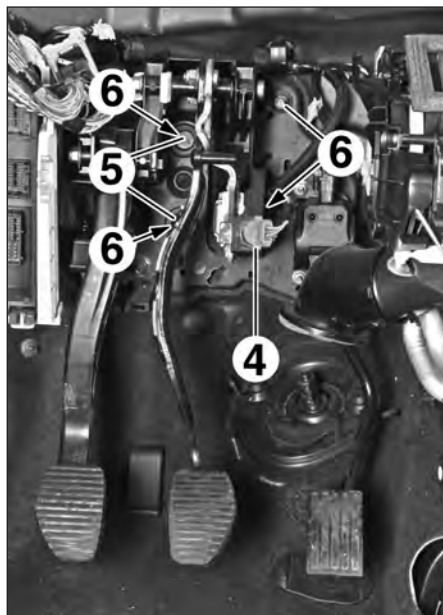
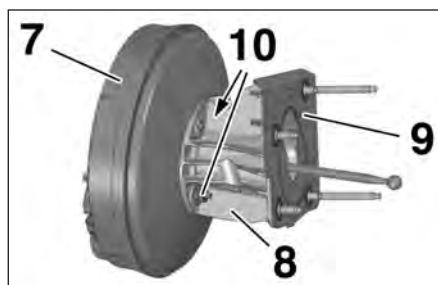

FIG.25
FIG.26
- le contacteur de stop (4) (Fig.25),
- les 2 obturateurs (5),
- les 4 écrous (6),
- le servofrein (7) avec son support (8) (Fig.26),
- le joint (9),
- les écrous (10),
- le support (8).